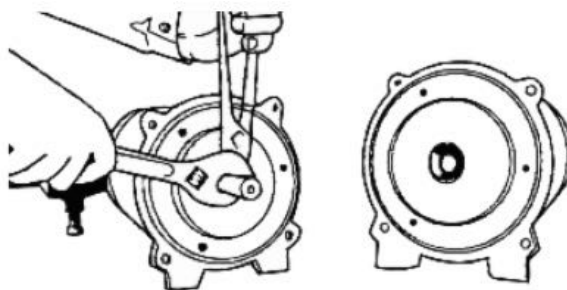

Figure 22 : Retirer le venturi
4. Sur les modèles de 1/2 HP, tenez la impulseur avec des pinces et dévissez le tube de venturi. Sur les modèles à 3/4 et 1 HP, le tube de venturi est vissé dans la carcasse de la pompe (figure 22).